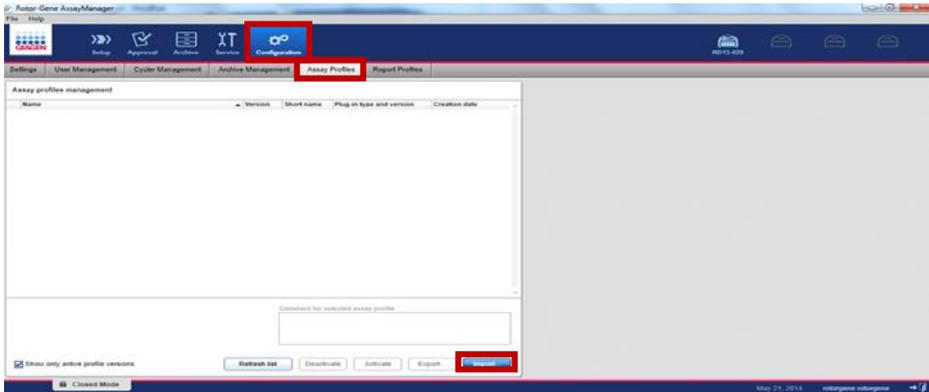

Abbildung 15. Registerkarte „Configuration“.
7. Wählen Sie die Umgebung „Configuration“ aus (Abbildung 15).